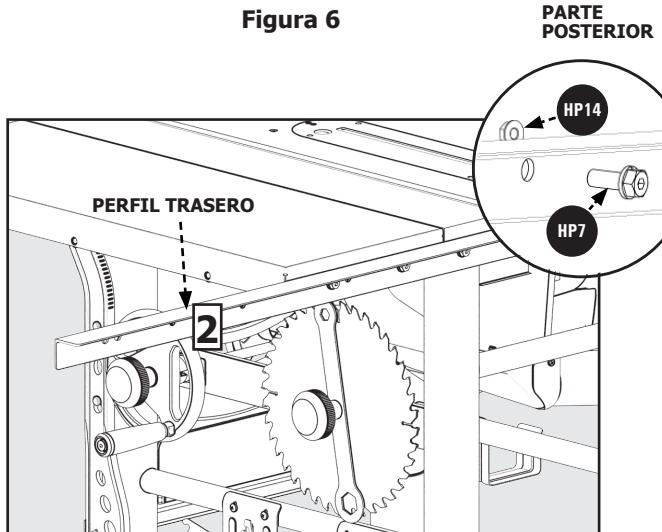

Figura 7
- Utilizando la llave Allen de mango en T de 3/16 pulgadas suministrada, fije el perfil trasero [2] a la parte posterior de la mesa usando dos tornillos de cabeza plana 5/16-18 x 7/8 pulgada [HP7]. Ver Figura 7.